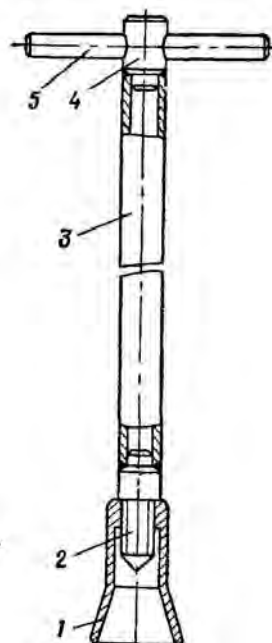

Рис. 34. Приспособление для подъема водоподъемных штанг:
**Приспособление для подъема водоподъемных штанг** (рис. 34) состоит из конуса 1, трубы 3 и стержня 4. Конус облегчает ввинчивание винта 2 в муфту водоподъемной штанги.